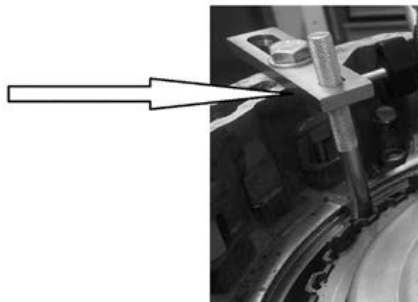

Fig. 1
- Monter l'une des deux barres longues (6) et la butée de fin de course (8) en les fixant correctement sur le carter d'embrayage (Fig. 1).